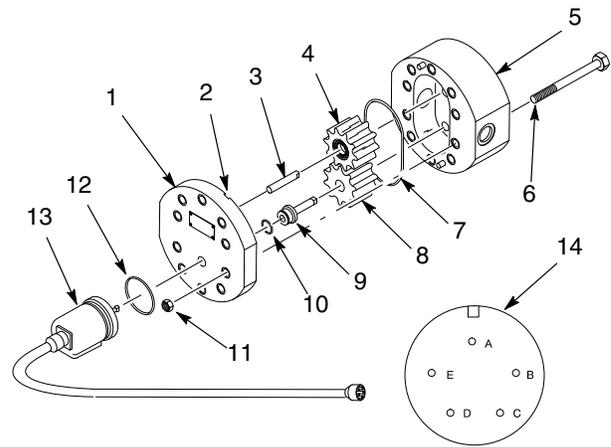

Figura 3 Tipico flussometro con albero avvitato
1. Vedi figura 3. Svitare il cavo dall'encoder elettro-ottico (13).
1. Vedi figura 3. Inserire l'o-ring dell'involucro (7) nella scanalatura sulla copertura (1).
2. Installare l'o-ring dell'albero dell'encoder (10) sull'albero dell'encoder elettro-ottico.